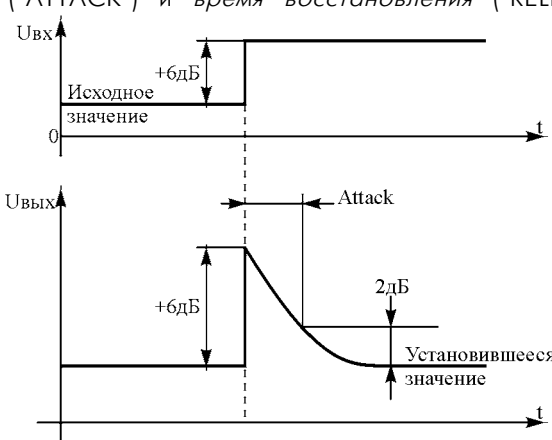

рис.2
*Время срабатывания* ("ATTACK") – это промежуток времени между моментом воздействия тонального импульса с уровнем на 6 дБ больше исходного значения и моментом достижения выходным сигналом уровня на 2 дБ выше установившегося значения выходного сигнала (**рис.2**).